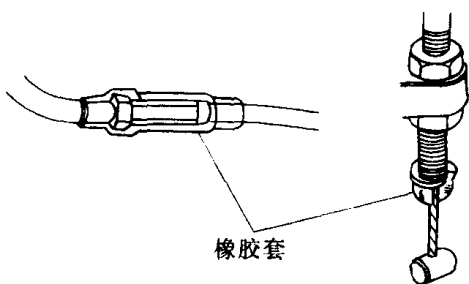

图 1-7 橡皮套的安装
23. 在有橡皮套类的零件组装时，必须将橡皮套嵌入安装沟槽的部位。如图 1-7 所示。